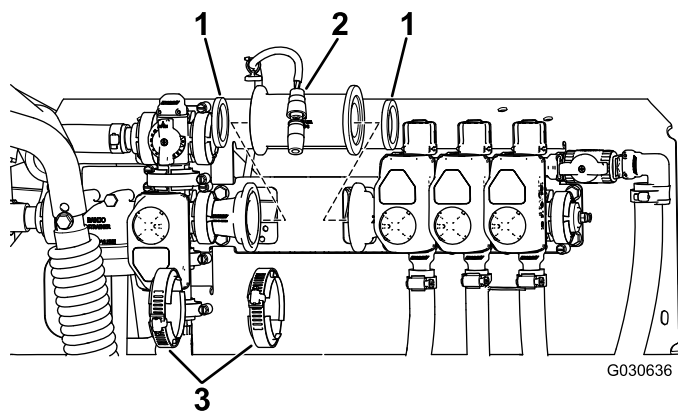

图6
- 根据指向 3 个喷洒臂阀（图6）的流量箭头，将管线式流量计直通阀安装在 KZ 阀和喷洒臂阀总成之间。
- A. 将现有垫片安装至与 KZ 阀相配的流量计一侧（图6）。